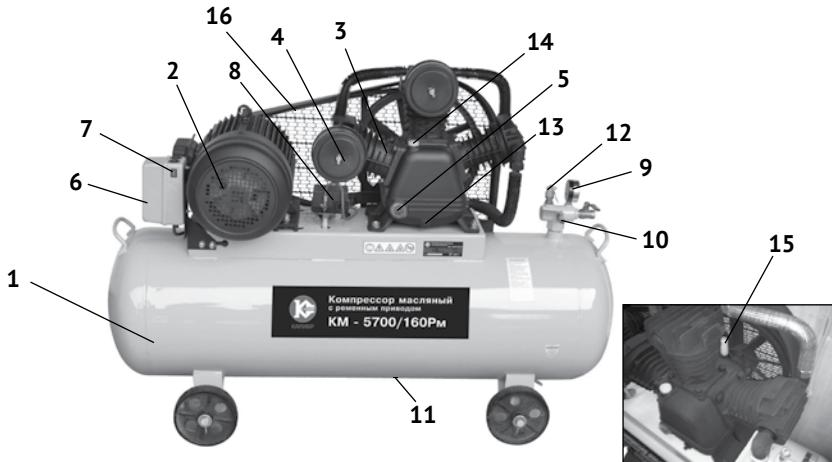

рис.1
1.5 Картер компрессорной группы, магнитный пускатели и двигатель закреплены на металлическом корпусе ресивера (рис.1 поз.1). Вращение с якоря двигателя шкивами и двумя клиновыми ремнями передаётся на коленчатый вал компрессорной группы. Вращение коленчатого вала преобразуется кривошипно- шатунным механизмом в возвратно-поступательное движение поршней. Три цилиндра с трёхлучевым расположением, смонтированы на одном картере. Воздух, через воздушные фильтры (по фильтру на цилиндр) подаётся во впускные клапаны цилиндров. Сжатый воздух из выпускных клапанов цилиндров подаётся в ресивер. При подключении к выходным штуцерам (рис.1 поз.10) коллектора пневмоинструмента, сжатый воздух подаётся к инструменту. Выходное давление в штуцерах (рис.1 поз.10) контролируется манометром (рис.1 поз.9).
Включение компрессора в работу осуществляется клавишой (рис.1 поз.7) магнитного пускателя. Она имеет два фиксированных положения «Вкл.» и «Выкл.».
- приводные ремни компрессора, при работе, обязательно должны быть закрыты защитной решёткой (рис.1 поз.16);
- отключайте компрессор от электросети на время перерыва клавишой (рис.1 поз.7) магнитного пускателя, по окончании работы, при переносе с одного рабочего места на другое, а также при перерыве подачи напряжения;
3.5 Перед запуском компрессора проверьте уровень масла в картере, он должен соответствовать среднему значению, между максимальным и минимальным уровнем в контрольном окне уровня масла (рис.1 поз.5).
- разместить под сливным отверстием (рис.1 поз.13) подходящую ёмкость;
- открутить пробку заливного отверстия (рис.1 поз.14);
Подключение компрессора к электросети 380 В производится с помощью магнитного пускателя (рис.1 поз.6 и рис.2). Подключение должно проводиться в строгом соответствии с «Правилами технической эксплуатации электроустановок потребителей» и «Правилами техники безопасности при эксплуатации электроустановок потребителей».
Включение/отключение компрессора в работу осуществляется клавишой (рис.1 поз.7) магнитного пускателя. Она имеет два фиксированных положения «Вкл.» и «Выкл.».
После запуска компрессора включить реле давления (рис.1 поз.8) – перевести выключатель в положение «нажато».
Для обеспечения хорошей работы компрессора при первом запуске рекомендуется оставить компрессор работающим в течение 5 - 8 минут с полностью открытым выходным штуцером (рис.1 поз.10), после чего откройте вентиль слива конденсата (рис.1 поз.11), находящийся снизу ресивера и слейте конденсат. После первых 5-ти часов работы компрессора проверьте крепление винтов головки цилиндров и защитного кожуха ремней (рис.1 поз.16).
Компрессор имеет два выходных штуцера (рис.1 поз.10) с кранами для подключения пневмоинструмента. Основной штуцер с внутренним диаметром 1/2“ и вспомогательный 1/4“, для присоединения гибких трубопроводов хомутом. Давление контролируется манометром (рис.1 поз.9).
Так же компрессор оснащён предохранительным клапаном (рис.1 поз.12) для ограничения максимального давления в ресивере.
4.3 По окончании работы полностью сбросьте давление, открыв выходной штуцер (рис.1 поз.10).
- снять защитную решётку (рис.1 поз.16);